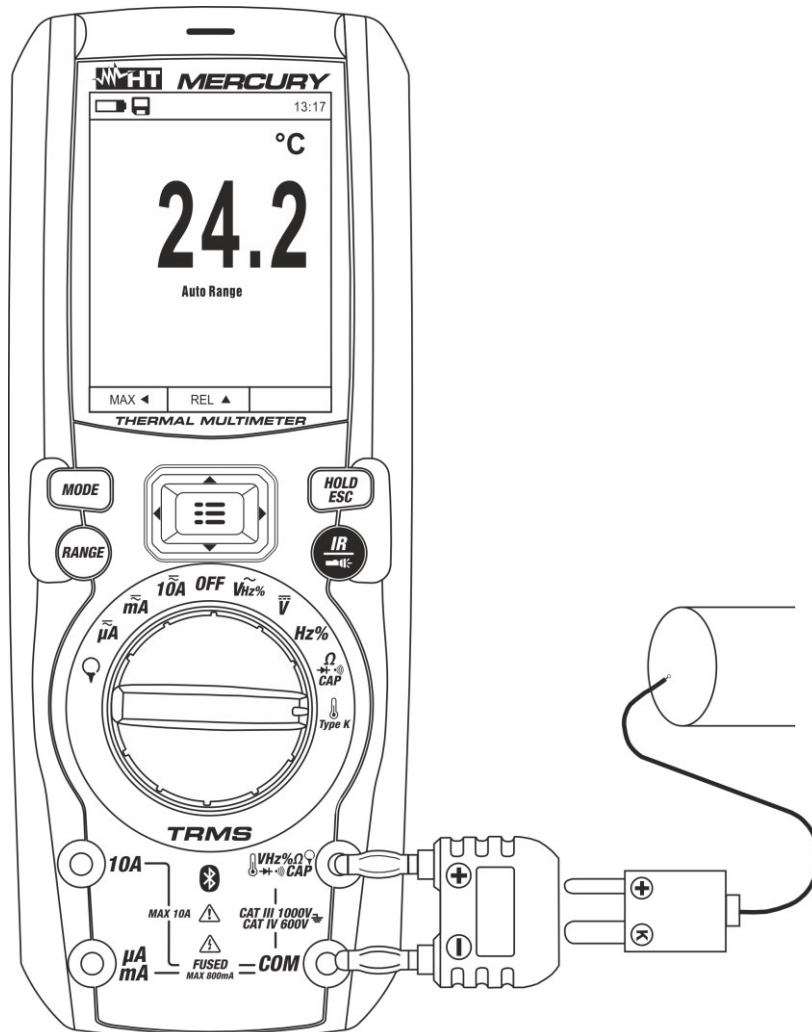

Abb. 27: Verwendung des Gerätes für Temperaturmessung
3. Stecken Sie den mitgelieferten Adapter in die Eingangsbuchsen **VHZ%ΩCAP** (Polarität +) und **COM** (Polarität -) (siehe Abb. 27).